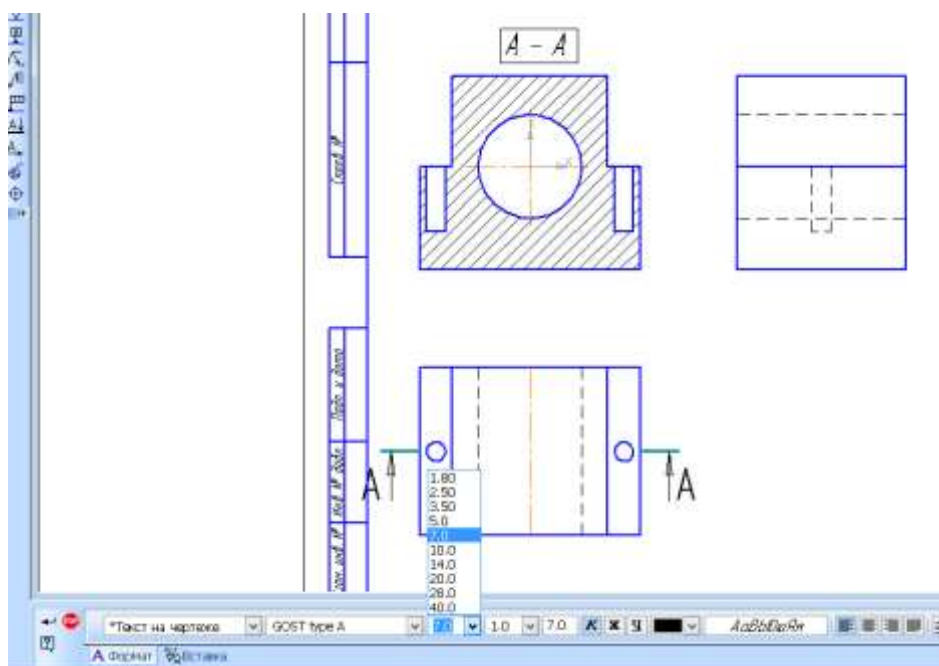

Рис. 17.13
- Введите текст надписи (рис. 17.13).